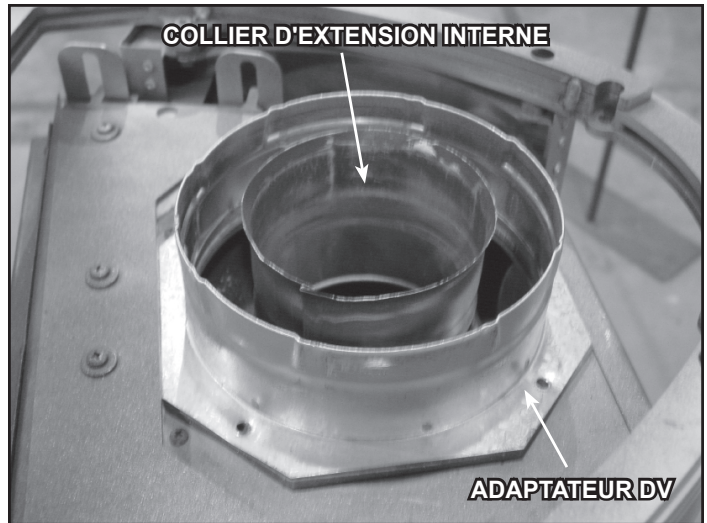

Figure 8.9
4. Retirez les quatre vis du collier adaptateur DV. (Figure 8.9) Mettez de côté le collier adaptateur DV, le joint d'étanchéité et les vis.
5. Retirez le collier de départ d'extension interne (illustré à la figure 8.9) et mettez-le de côté.